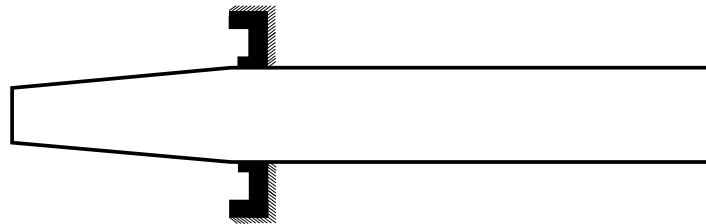

Abbildung 4.21
2. Füllen Sie etwas wasserabweisendes Fett in die Dichtung. Schieben Sie die Radialdichtung auf das eingölte Montagewerkzeug siehe Abb. 4.21.